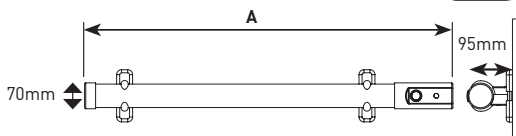

Bild.2
- Värmerörets storlek anges i [Bild.2].